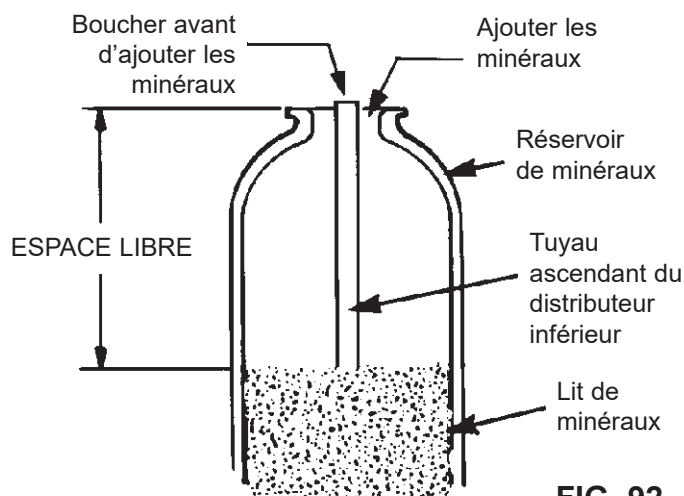

FIG. 92
8. Avec une verge à mesurer ou un mètre en métal, mesurer l'espace libre jusqu'au sommet du lit de minéraux (cf. Figure 92). S'il est inférieur à celui conseillé dans le tableau suivant, rajoutez de la neutralite.